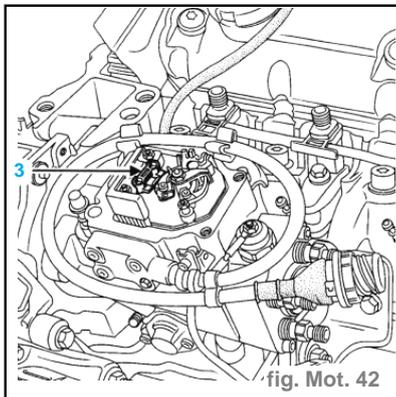

fig. Mot. 42
- Déposer la sonde de température de gazole (3). Elle est fixée par deux vis étoile. (fig. Mot. 42)